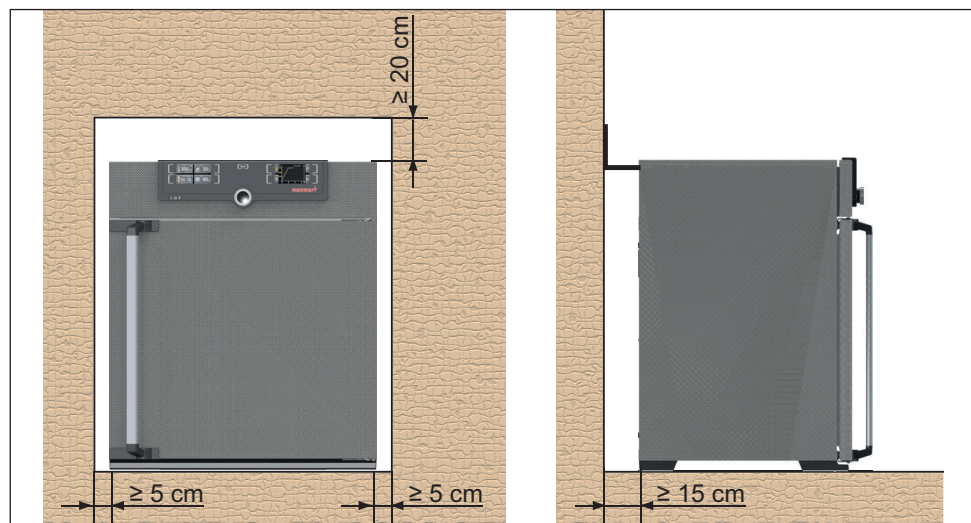

Bild 9 Minimivstånd till väggar och innertak
Avståndet mellan rummets vägg och enhetens bakre vägg måste uppgå till minimum 15 cm. Avståndet till innertaket får inte underskrida 20 cm och avståndet i sidled till vägg eller närliggande enhet får inte underskrida 5 cm (Bild 9). Som grund måste tillräcklig luftcirkulation säkerställas runt enheten.
2. Böj tips-säkringen ovanifrån vid önskat väggavstånd till 90° (beakta minimiavståndet till vägg, se Bild 9).